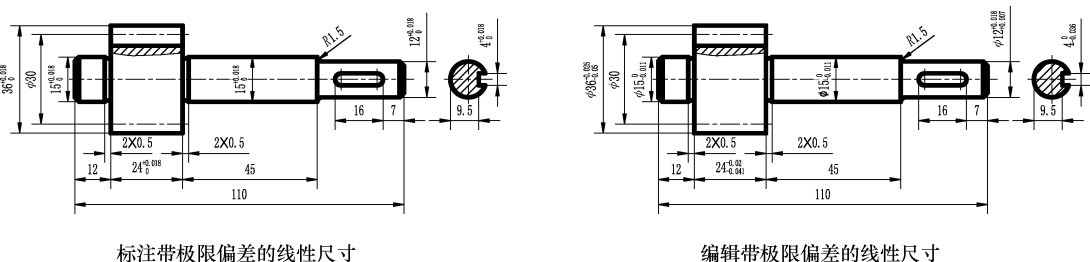

图 12-12 标注带极限偏差的线性尺寸
- Step 8** 编辑带极限偏差的线性尺寸：调用“文字”工具栏的“编辑”命令，修改带极限偏差的线性尺寸。标注带极限偏差的线性尺寸，如图 12-12 所示。